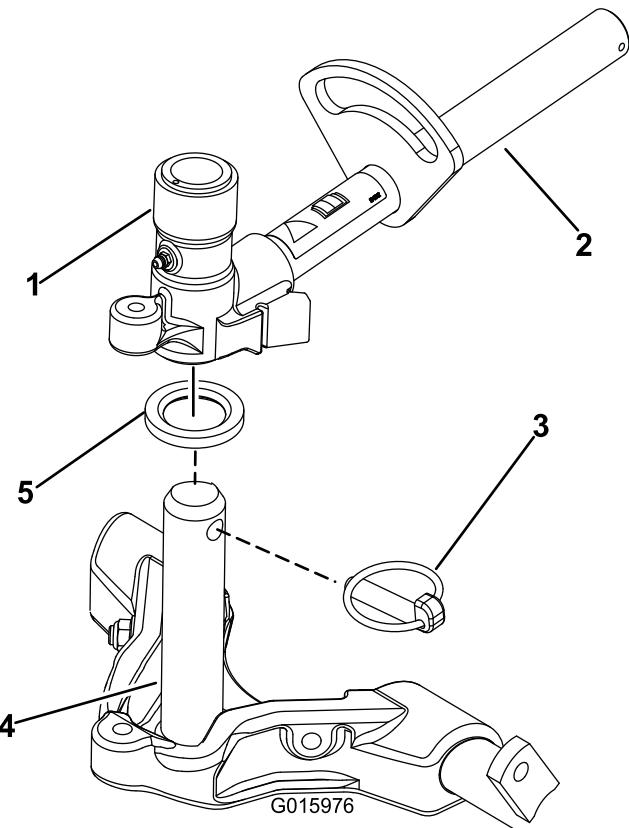

图 16
8. 在承载架轴上涂抹干净的润滑脂 (图 16)。
9. 对于前滚刀组把滚刀组滑到提升臂下方图 16 并将承载架轴向上插入提升臂轴轭。确保将止推垫圈放在承载架轴上。
10. 使用 Klik 销将承载架轴固定到提升臂轭 (图 16)。
- B. 将提升臂枢轴插入承载架轴的上方 图 16。